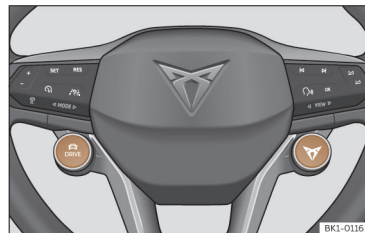

Fig. 120 Volante multifunções: Botões DRIVE e CUPRA para selecionar e mudar o perfil de condução.
• **OU:** Pressione o botão ¹⁾ do volante multifunções >>> **Fig. 120** para ativar o perfil de condução CUPRA.
• **OU:** Pressione repetidamente o botão ¹⁾ do volante multifunções >>> **Fig. 120** para alternar entre os perfis de condução.